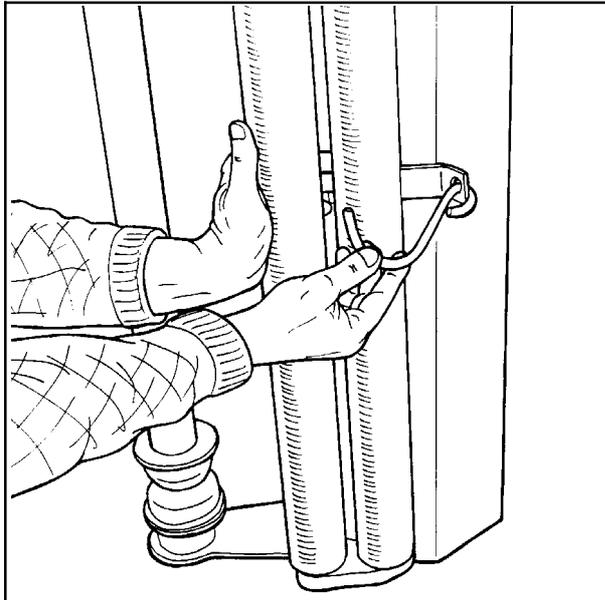

Bild 6-1
- 6.1** Zum Einlegen der Folieneinlage die Vorspannrollen zur Seite halten. Die Rollen an der Seite festhalten und den Halter aufsetzen, siehe Abb. 6-1.